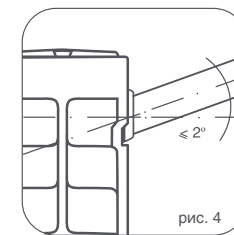

рис. 4
**!** Во избежание аварии допустимо отклонение оси коллектора радиатора от подводящих труб не более  $2^\circ$  (рис. 4).